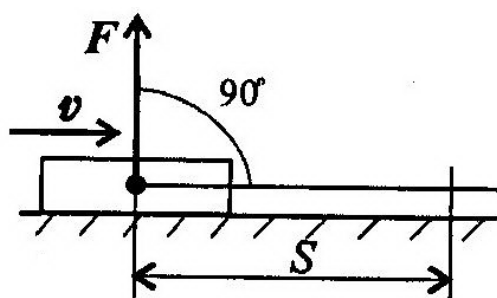

Рисунок 15.3
2. Силы, перпендикулярные направлению перемещения, работы не производят (рис. 15.3).